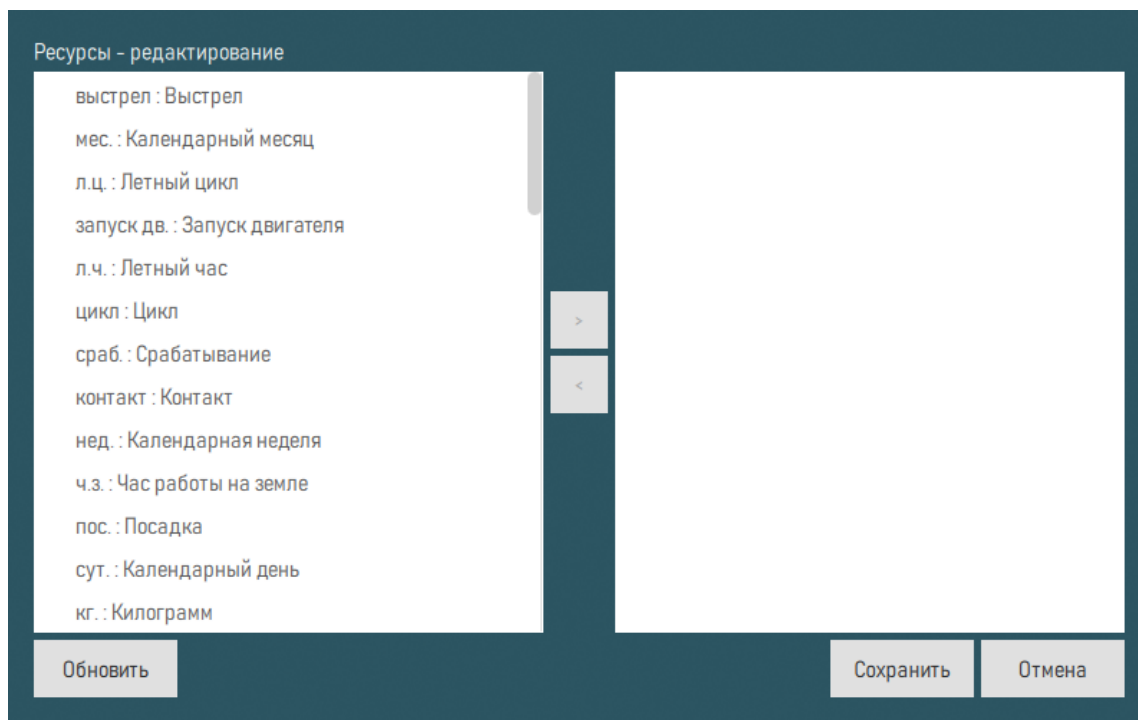

Рисунок 153 – Выбор единицы измерения из справочника
10) В открывшемся окне «Ресурсы - редактирование» отображаются учетные единицы измерения (рисунок 153).
11) Выбрать учетную единицу измерения из списка в левой части окна и нажать кнопку  (см. рисунок 153). Выбранный ресурс отобразится в правой части окна «Ресурсы - редактирование».
12) Для удаления связи ресурса с компонентом выбрать ресурс в правой части окна и нажать кнопку  (см. рисунок 153). Связь будет удалена.